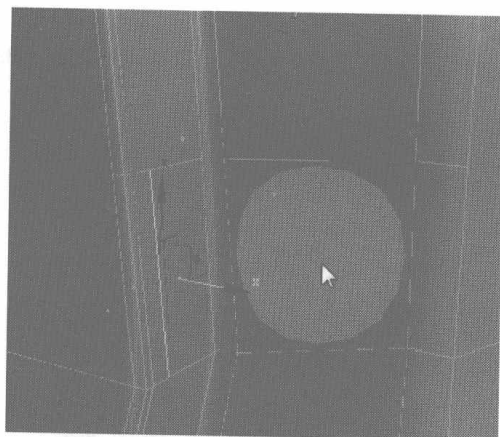
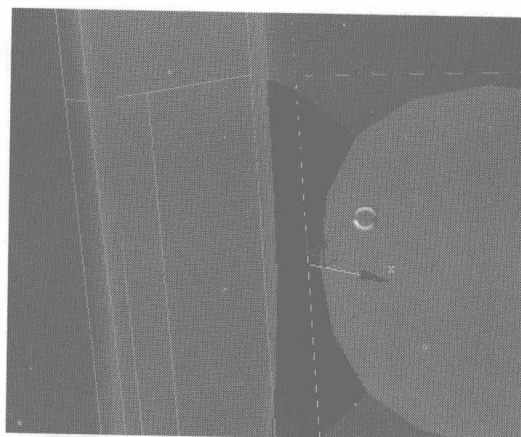
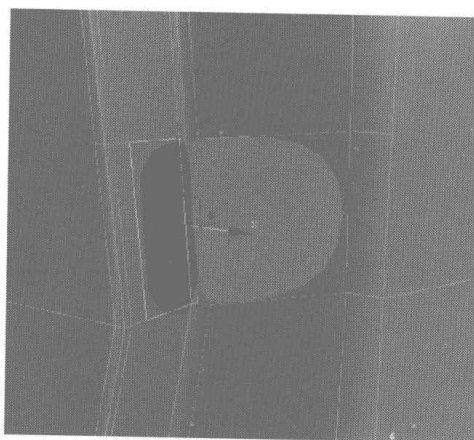
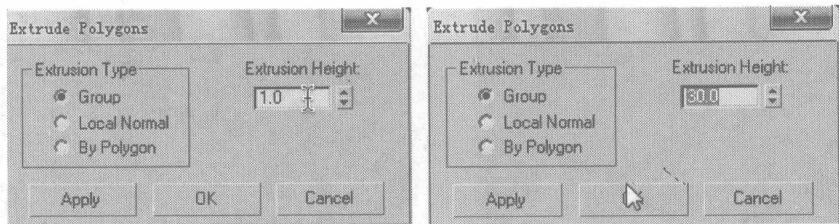

图 6.293
图 6.294
图 6.295
图 6.296
- 05 在如图 6.293 所示的位置添加一条细分线，删除如图 6.294 所示的面后再选择如图 6.295 所示面，在 Edit Polygons 卷展栏中单击 **Extrude** 右侧的小按钮，在弹出的对话框中设置挤压参数，如图 6.296 所示。